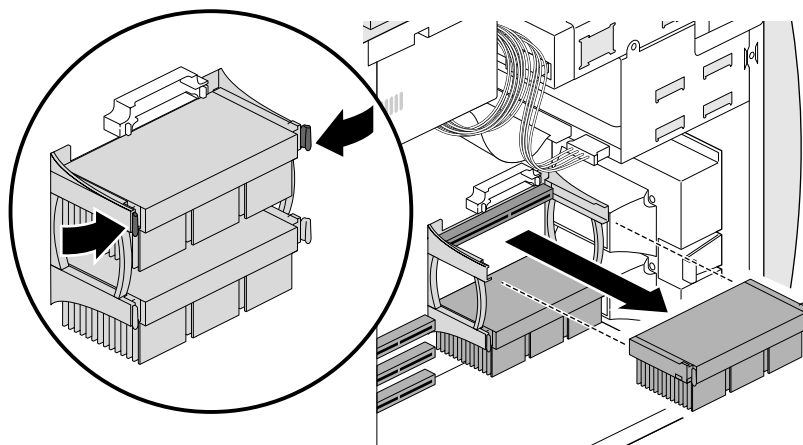

図 6-9 プロセッサの取り外し
6. プロセッサの両脇にあるラッチを内側に押し、プロセッサをシステムから引き出します（図 6-9）。